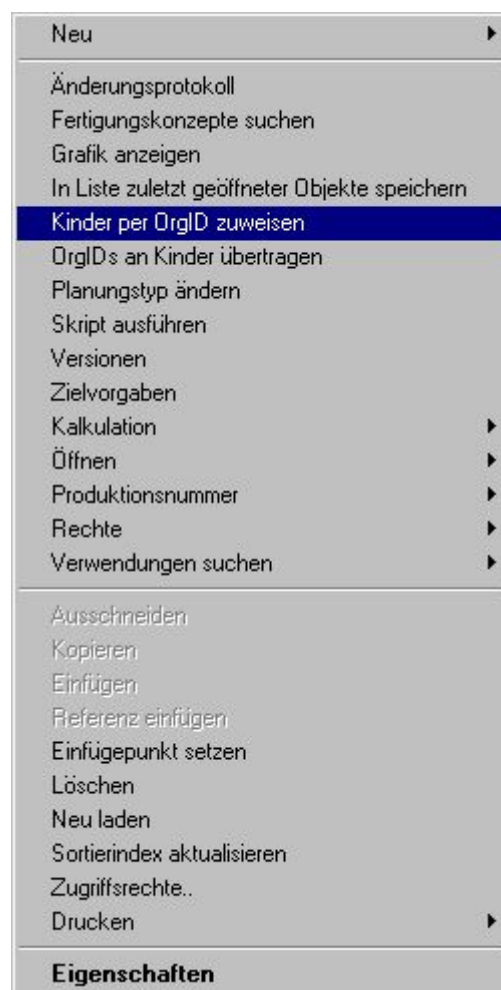

Abbildung 264: Kontextmenü – Kinder per Org. ID zuweisen
- Siehe auch: Abbildung 264.
- Siehe auch: Abbildung 264
Sieh auch: Abbildung 264.